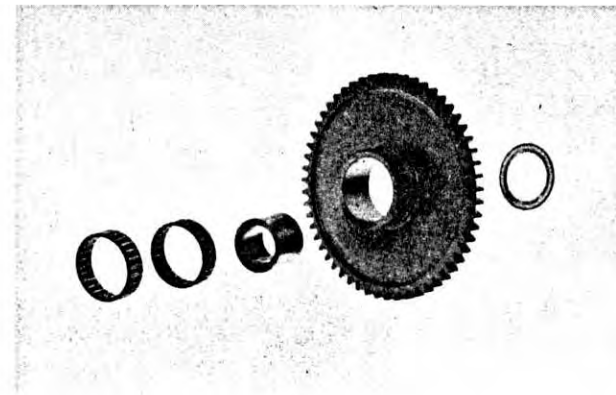

Fig. 120
- l'ingranaggio della ruota libera lavora su due gabbiette ad aghi, all'interno delle quali si trova una bussola di acciaio. Dietro l'ingranaggio va inserita una rondella di rasamento (tra l'ingranaggio ed il carter del motore) (fig. 120).
- the starting clutch gear runs on two caged needle bearings, whose inner race is a steel sleeve. Between starting clutch gear and crankcase there is a thrust washer (fig. 120).